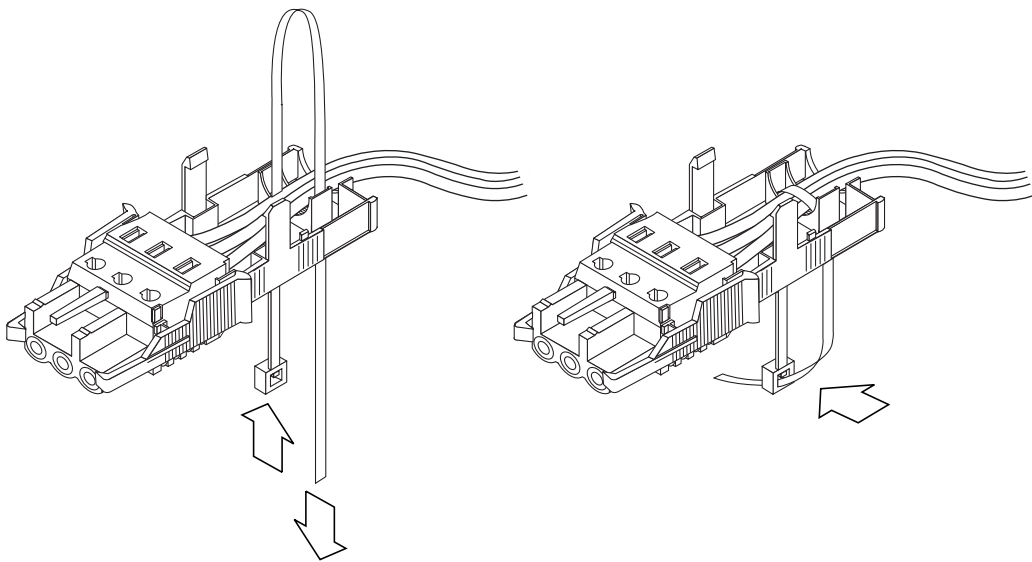

图 5-53 将电线束紧在应力消除盒上
4. 将束带经过电线绕回，从应力消除盒穿出，然后拉紧束带，将电线固定在应力消除盒上（图 5-53）。